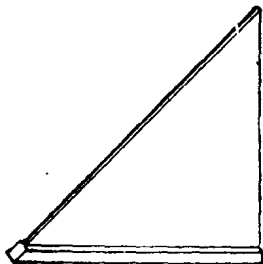

图 1-2 三角尺
(5)三角尺 三角尺一般有木制和钢制两种，见图1-2。三角尺是一个等腰直角三角形，使用时，尺座靠在木料的一个基准面上，沿直角边可画垂线，沿斜边可画 $45^\circ$ 斜线。